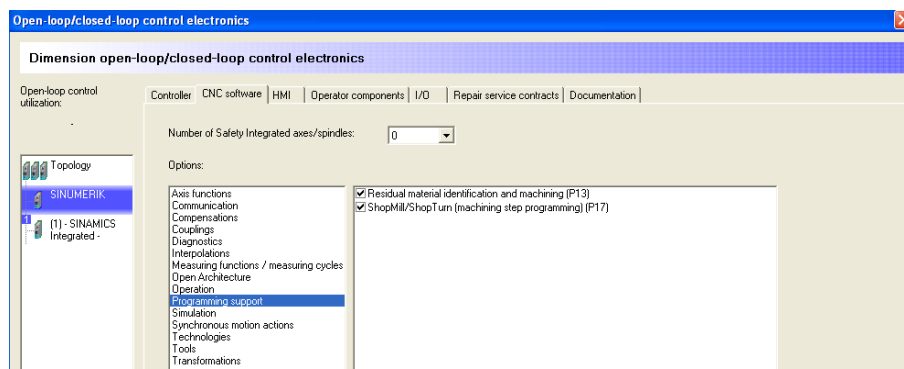

Figura 3.2.115 “CNC software”
- **CNC software** (figura 3.2.115): es en esta pestaña donde se ha seleccionado el software adicional que encontrará el operario que maneje la máquina. Este software adicional hace referencia a las opciones bloqueadas que ofrece SINUMERIK OPERATE.